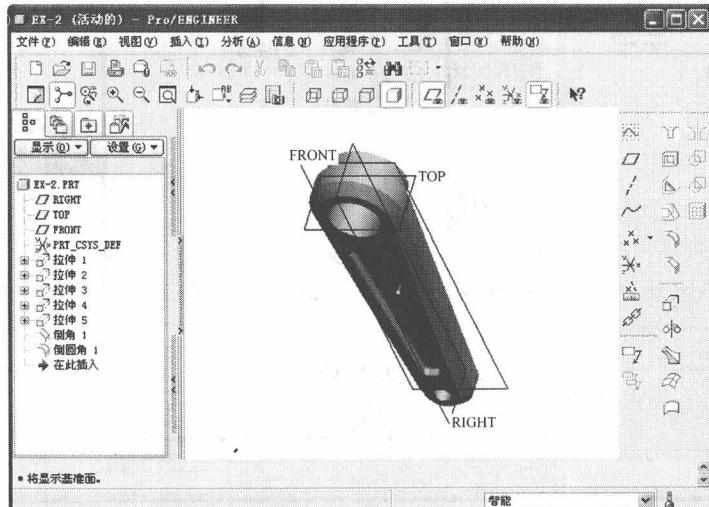
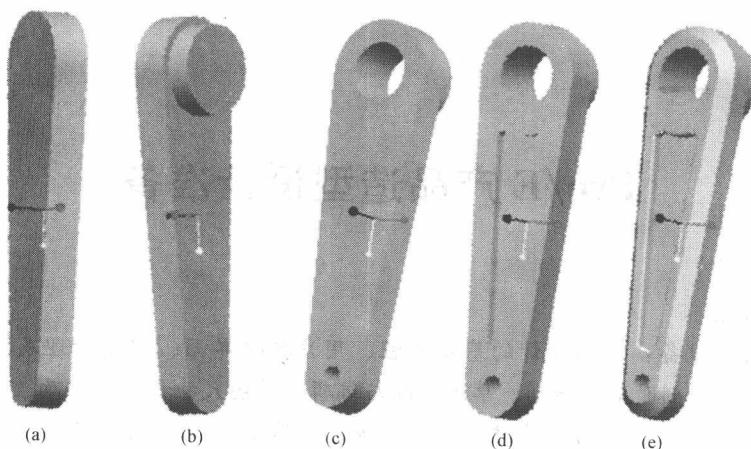

图 1-1 手柄零件设计结果
图 1-2 手柄零件设计过程
下面以手柄设计过程为例，初步了解 Pro/E 产品设计的基本流程及特点，使用的工具有拉伸、切口、倒角、圆角工具，设计结果如图 1-1 所示。设计过程如图 1-2 所示。
1.1.2 以拉伸的方式创建图 1-2 (a) 所示的实体特征